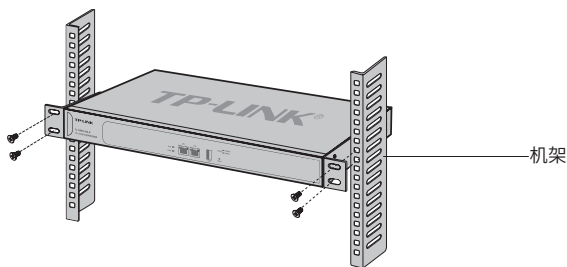

图2-3 机架安装示意图
4. 用螺钉将L型支架固定在机架两端固定的导槽上，确保网络控制器稳定、水平地安装在机架上，如图2-3所示。